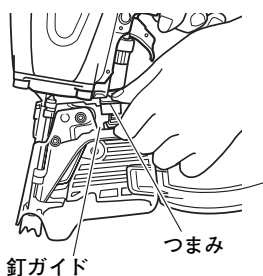

図 7
- 釘ガイドとつまみに指をかけ、つまみを押し開きます。(図7)